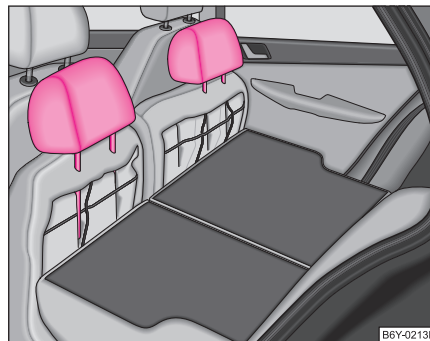

Fig. 53 Scaunele din spate: Tetiera în bancheta din spate
- Tetierele se pot introduce în orificiile corespunzătoare ale banchetei rabatate ⇒ pagina 72, fig. 53.